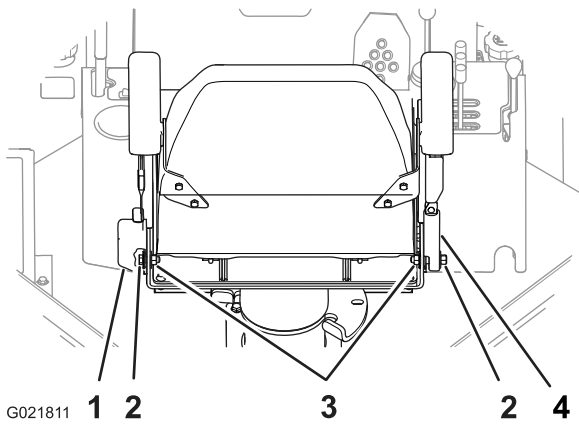

Рисунок 99
3. Проверьте, чтобы болты и гайки крепления устройства выдвижения ремня безопасности и пряжки были затянуты с моментом от 7,8 до 9,6 Нм (от 69 до 85 фунт-дюймов); см. Рисунок 99.